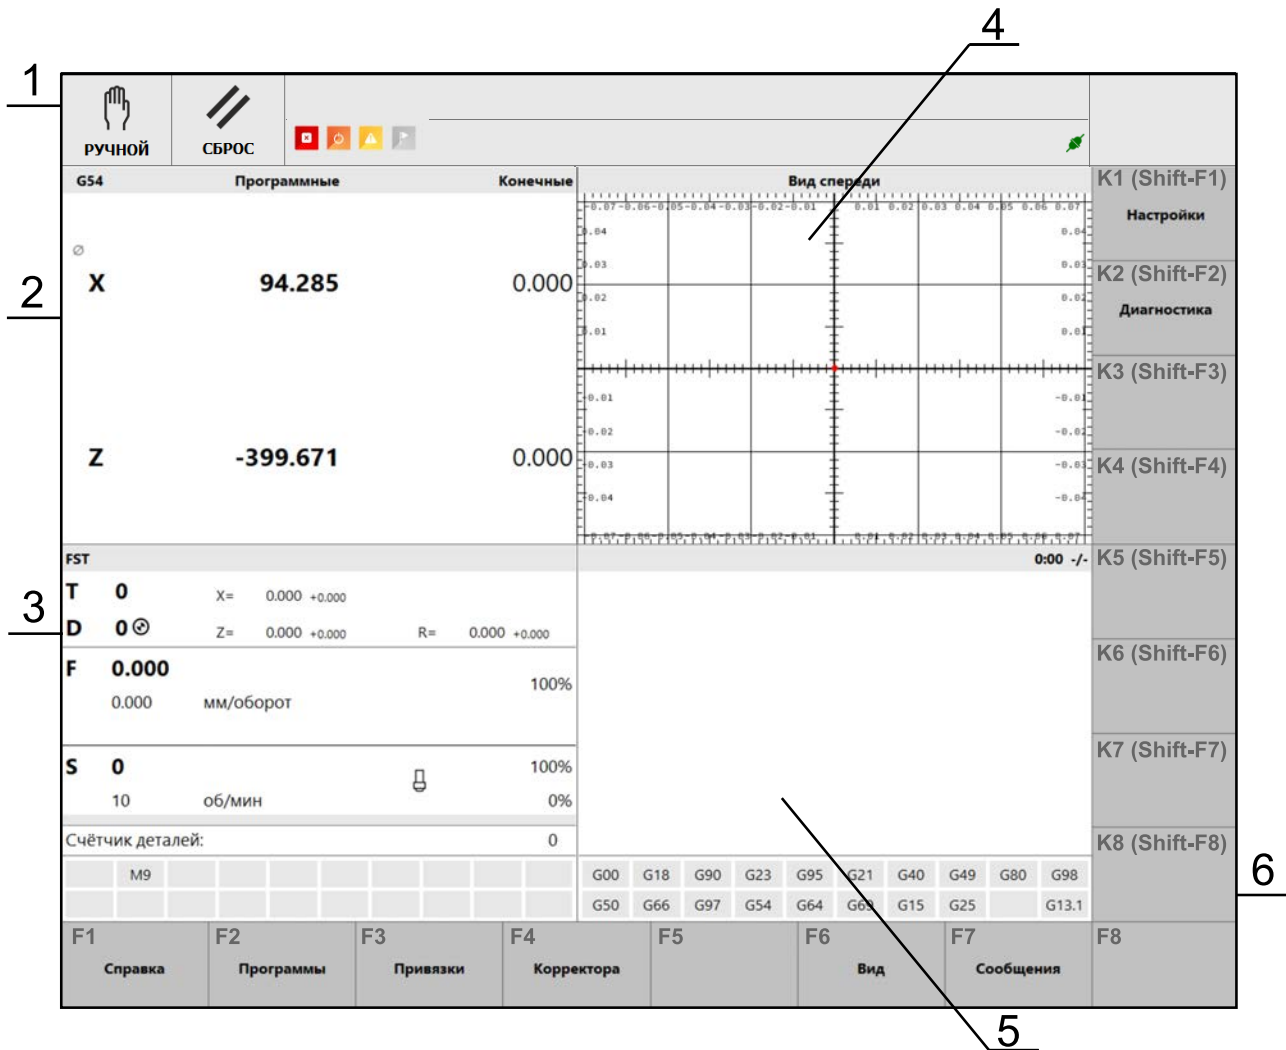

Рис. 3.1. Основной экран программной оболочки
Текущая процентная величина рабочей подачи F% отображается на основном экране (рис. 3.1) в секции текущих данных (3).
Текущая процентная величина частоты вращения шпинделя $S\%$ отображается на основном экране (рис. 3.1) в секции текущих данных (3).
После загрузки проекта на мониторе отображается основной экран оболочки. На основном экране можно выделить следующие секции (рис. 3.1):